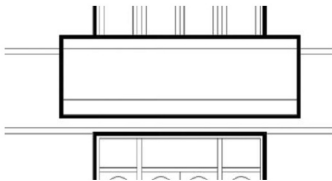

图 4.45 绘制阳台板上部分隔线
(7) 用【偏移】命令将上面所绘制的直线向上偏移 900mm, 结果如图 4.45 所示。